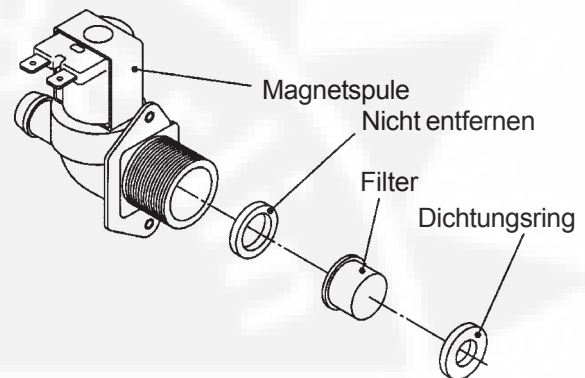

Abb. 11
- 30) Wasserregulierventil durch Lösen der Verschraubungsmutter entfernen. Verlieren Sie die Dichtung nicht (siehe Abb. 11).
- 31) Den Siebfilter von der Einlassseite des Ventils entfernen (siehe Abb. 11).